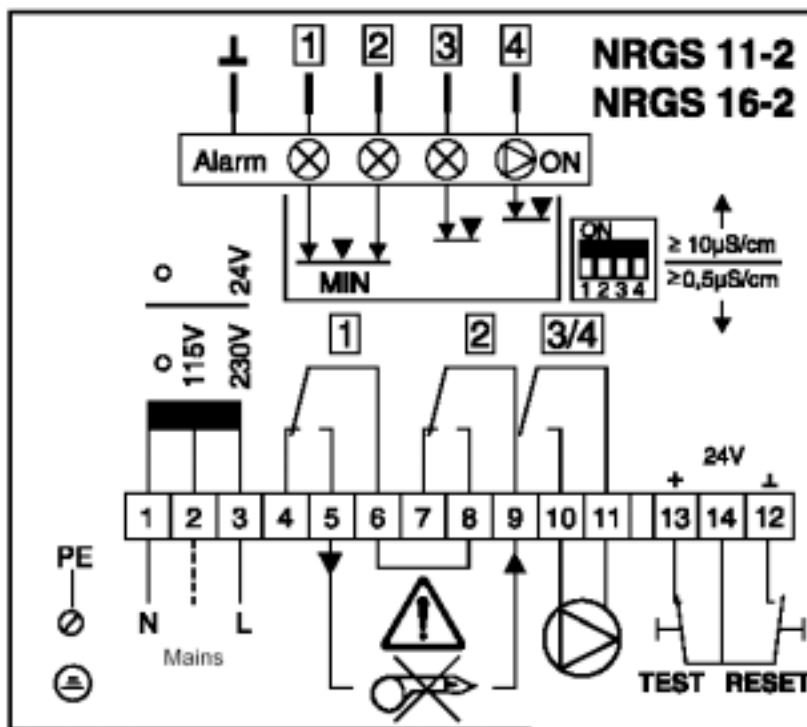

Fig. 7
1. Sprawdzić czy połączenia elektryczne zostały wykonane zgodnie ze schematem połączeń **Rys. 7**.